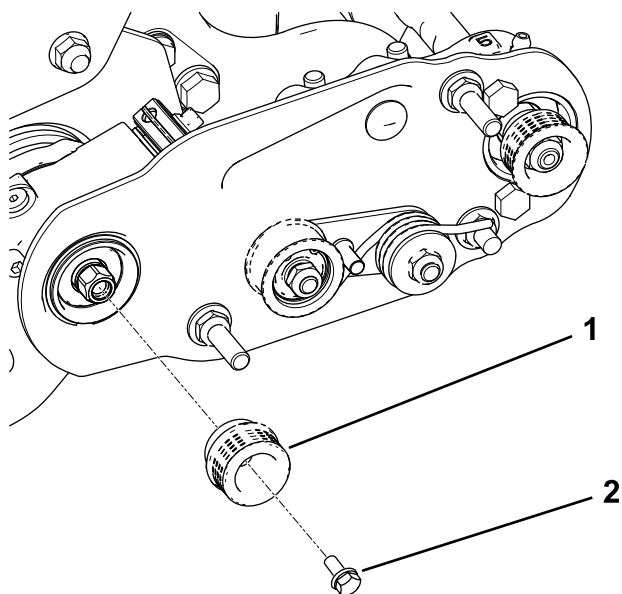

Figure 13
2. Montez la courroie d'entraînement sur l'arbre du groomer (Figure 13).
3. Appliquez du Loctite 242 (bleu) sur le boulon à embase et utilisez le boulon pour fixer la poulie à l'arbre d'entraînement ; voir Figure 13.